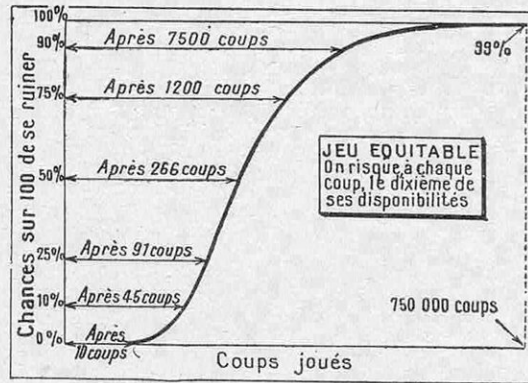

FIG. 8. — LA RUINE DES JOUEURS
3° En précisant davantage, admettons que Modeste risque son billet de mille par enjeux de 100 francs contre un consortium dont les réserves sont illimitées. On obtient la courbe de la figure 8, qui s'appelle la
(1) Résultat tout naturel, puisque les neuf adversaires possèdent, à eux tous, 9 000 f.
(2) La courbe en S (fig. 8) est beaucoup plus verticale. A la roulette, la probabilité de ruine est de 50 % après 230 coups ; à la boule, après 85 coups seulement. A comparer avec ce que nous avons dit ci-dessus (en 3°).